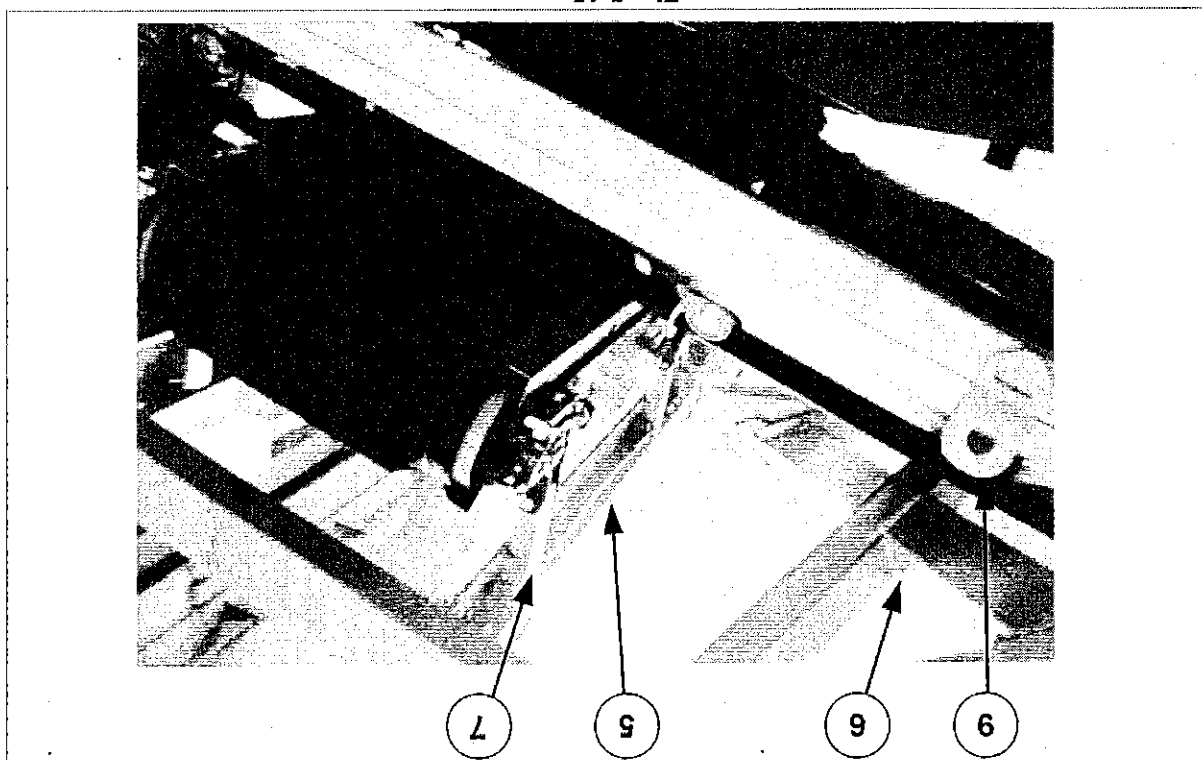

Fig. 5-15
- 9) Smontare la traversa part. 5 e la crociera part. 6 di fig. 5-15.
- 10) Smontare le quattro bielle che sostengono il deferizzatore part. 7 fig. 5-15.
- 16) Collegare i ganci di sollevamento ai relativi punti di attacco già predisposti sul nastro part. 9 di fig. 5-15 e mettere in tensione le funi (verificare la tabella dei pesi paragrafo 2.1.1.1).
- 4) Smontare la traversa part. 5 e la crociera part. 6 di fig. 5-15.